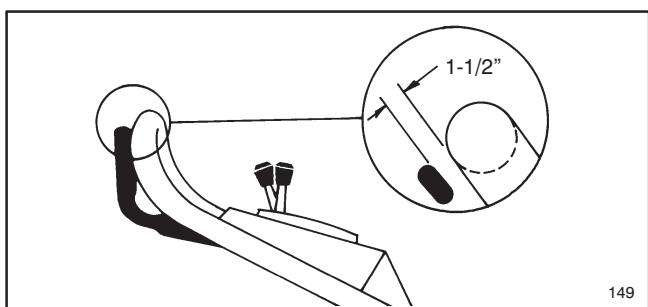

Figure 21
- 4.** Lever la barre de commande jusqu'à ce qu'on sente une résistance. Si le réglage est correct, la barre de commande doit être alors à environ 4 cm (1-1/2") du mancheron (Fig. 21).